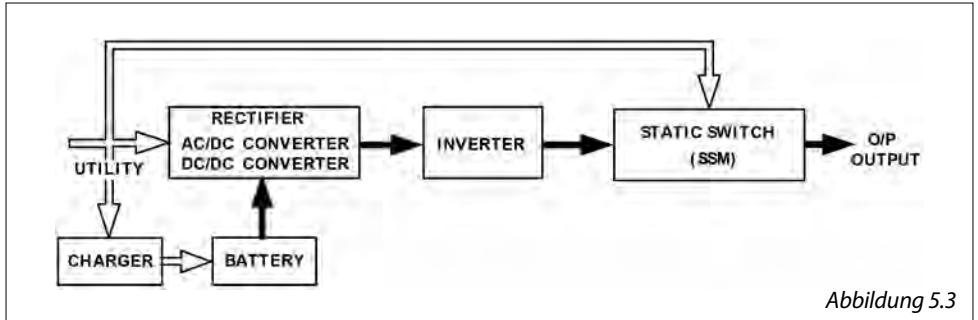

Abbildung 5.3
3. Im Falle einer Störung funktioniert die USV wie in Abbildung 5.3 dargestellt. Wenn die Batterien erschöpft sind, läutet das akustische Meldegerät kontinuierlich bis die Batterien vollkommen erschöpft sind. Durch das Schutzsystem der USV kann die Stromversorgung auf einer bestimmten Stufe ausgeschaltet werden, um die Batterien nicht vollkommen zu entladen.